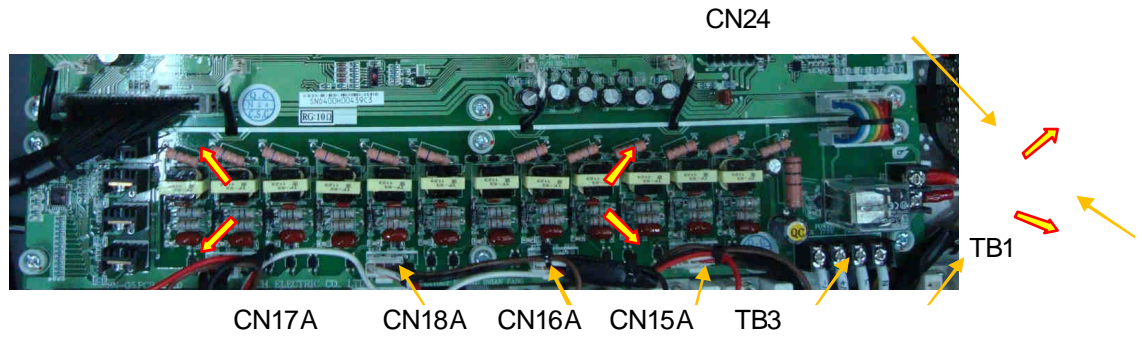

Рис. 6.27.
6.14.1. Отсоединить на плате управления тиристорами разъем CN24, отсоединить провода цепи предзаряда, выкрутив 2 винта на клеммной колодке TB1, провода цепей GND, 17,5 В и AC220В выкрутив 4 винта на клеммной колодке TB3 (рис. 6.27).
6.14.2. Выкрутить 6 винтов крепления платы управления тиристорами к радиатору (желтые стрелки на рис. 6.27). Положить плату и винты в тару.